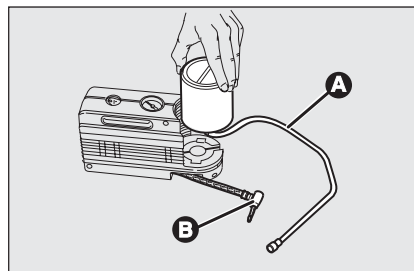

fig. 20
- ☐ desconectar el acoplamiento **B**-**fig. 20**;